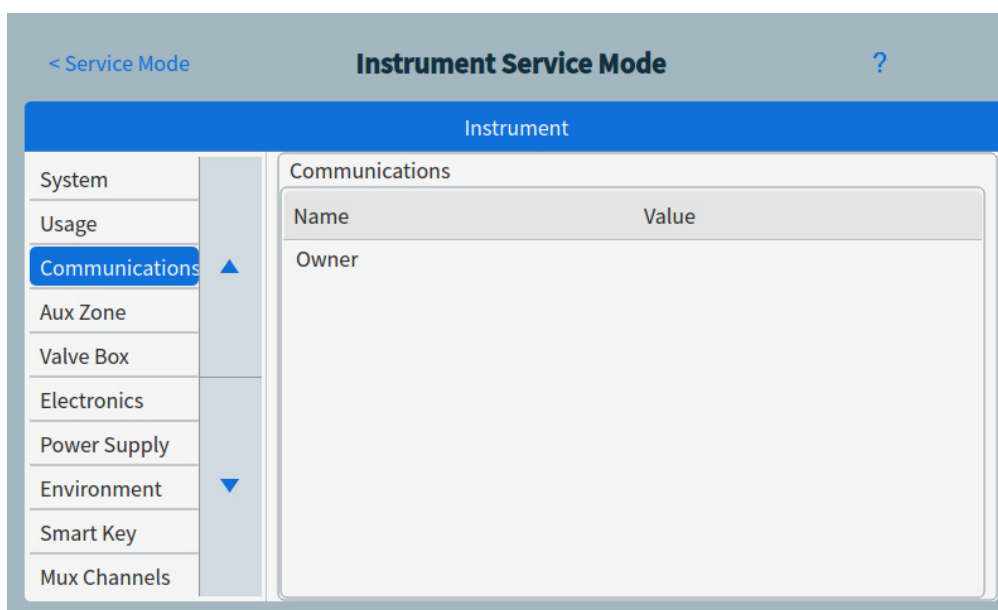

Figura 52. Página Service Mode del instrumento
- 1 Seleccione el tipo de componente concreto. Se abrirá la página Service Mode del componente seleccionado. Consulte Figura 52.